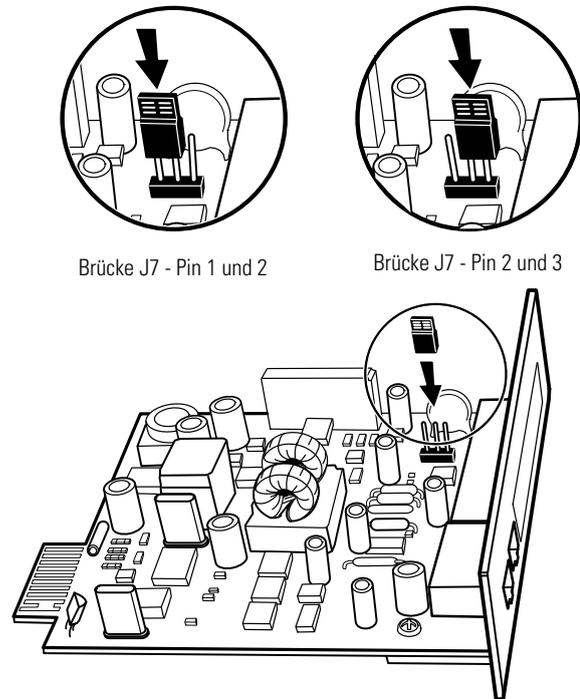

Abbildung 42. Setzen der CAN-Bridge-Karte-Brücke J7 (Ansicht von der Seite)
5. Die Brücke auf der Powerware HotSync-CAN-Bridge-Karte an denselben Stiften wie bei einer parallelen Standardkonfiguration setzen (siehe Abbildung 42):